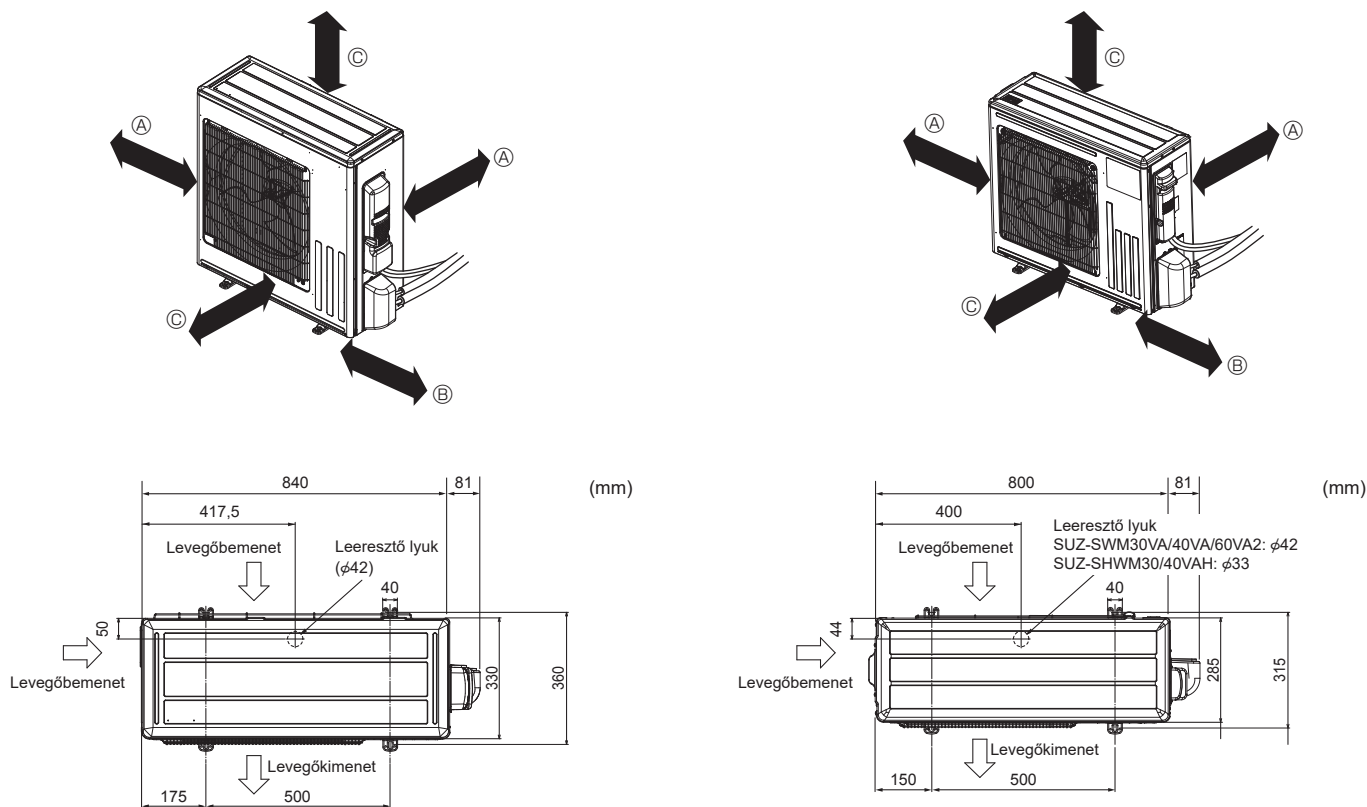

Fig. 3-1
3.1. Kültéri egység (Fig. 3-1)